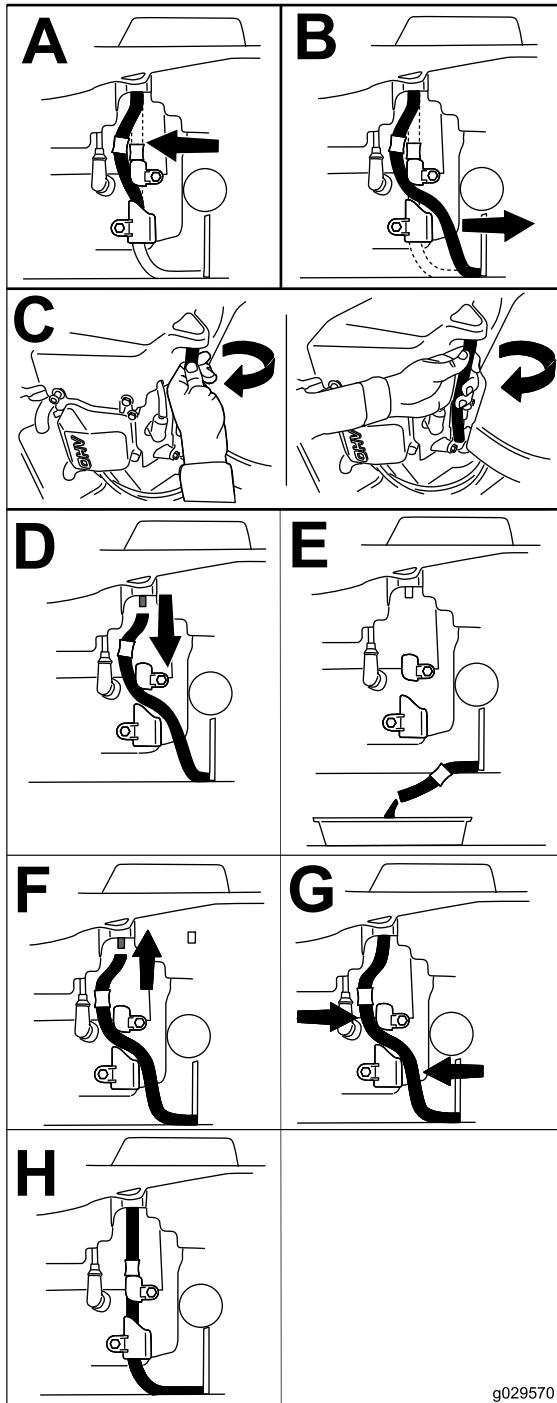

Figura 45
3. Drene el aceite del motor (Figura 45).